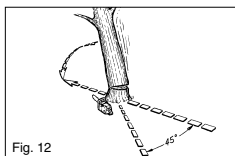

Fig. 12
LET OP: Voordat u begint te snijden dient u een pad (A) te plannen en vrij te leggen om zich terug te kunnen trekken. De terugtrekpad moet naar achteren en diagonaal t.o.v. de achterzijde van de te verwachten valrichting verlopen, zoals voorgesteld in fig. 12.
LET OP: Als de velsnede het verankeringpunt nadert, begint de boom te vallen. Zodra de boom begint neer te komen trekt u de zaag de snede uit, stopt u de motor, legt u de kettingzaag neer en verlaat u de plaats via het terugtrekpad (fig. 12).